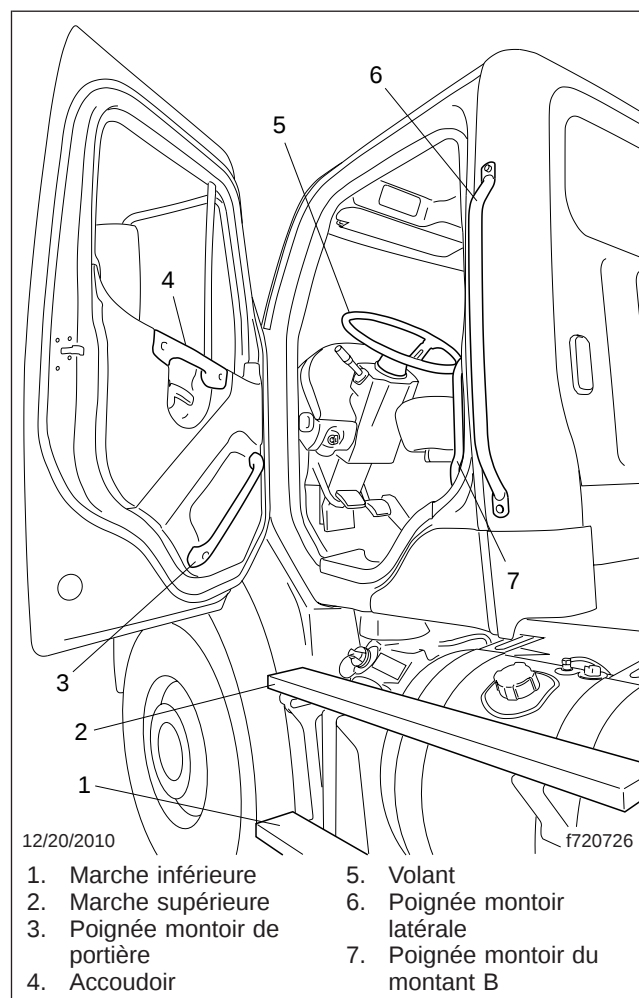

Fig. 2.4, Système d'accès à la cabine, côté conducteur
2. Saisissez la poignée montoir du montant B avec la main droite. Voir la figure 2.4.
2. Saisissez le volant avec les deux mains, posez le pied gauche sur la marche supérieure et tenez-vous debout sur le seuil, face à la cabine. Voir la figure 2.4.